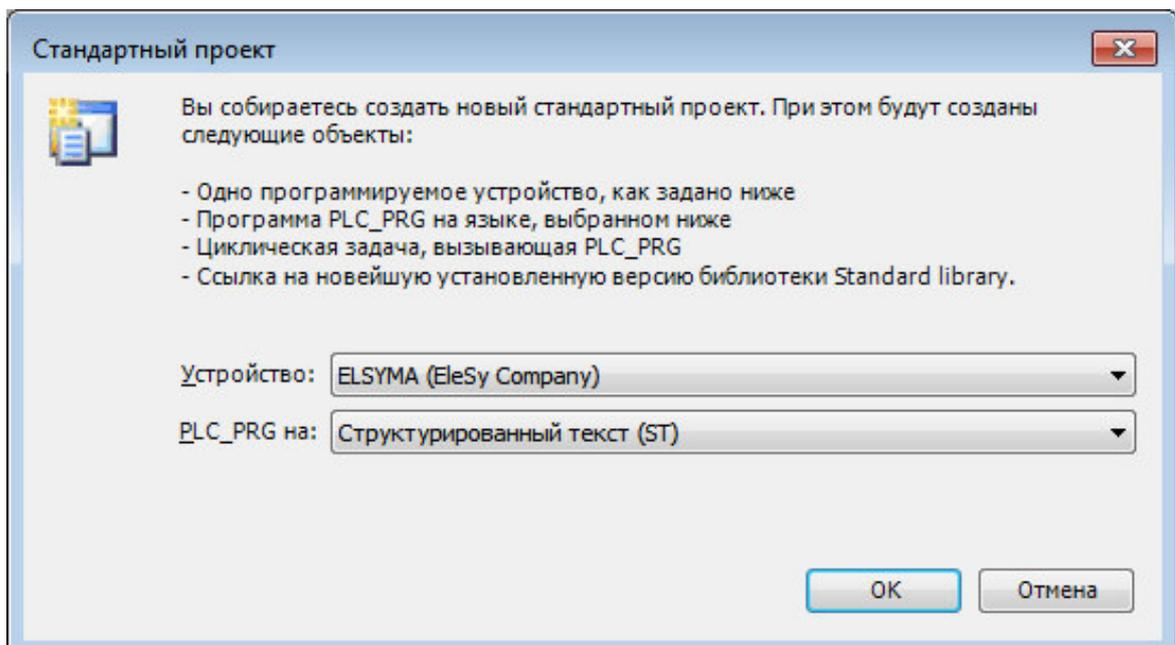
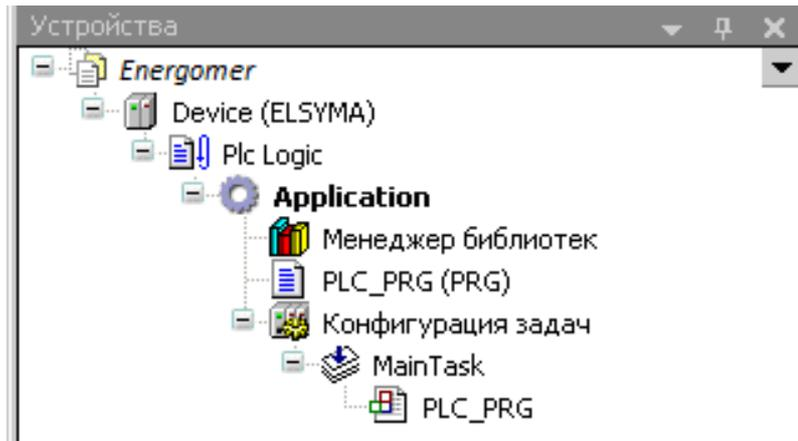

Рисунок 3.3 – Настройка стандартного шаблона проекта
Рисунок 3.4 - Дерево объектов проекта
4. В окне «**Стандартный проект**» в списке **Устройство:** выбрать контроллер – *ELSYMA (EleSy Company)*, в списке **PLC_PRG на:** – язык реализации основного программного компонента – *Структурированный текст (ST)* (рисунок 3.3). Нажать кнопку «ОК». Созданный проект отображается в области **Устройства** в виде дерева объектов (рисунок 3.4)